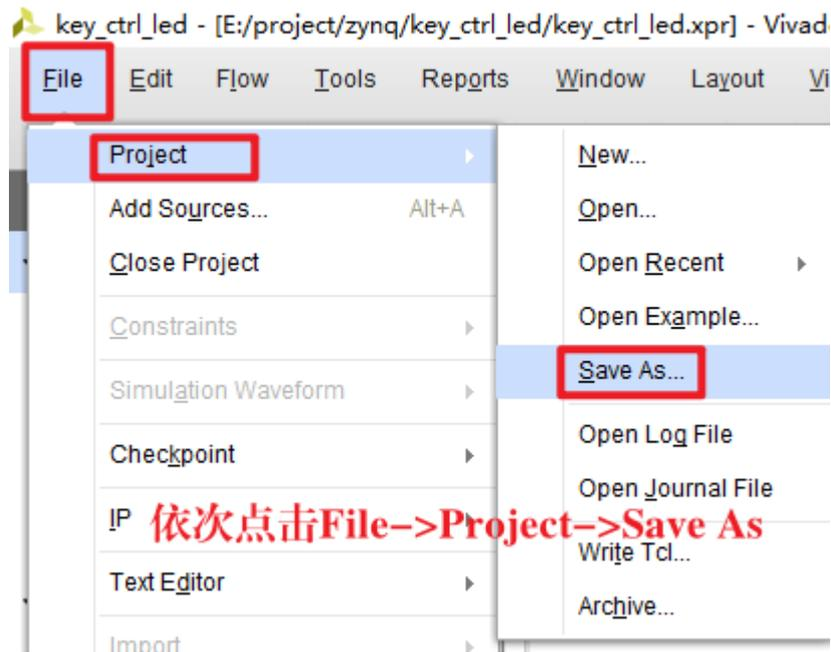

图 1-5 工程另存为
1. 打开“key_ctrl_led”工程，点击工程→save as，将工程另存为一个新工程，如图 1-5 所示。